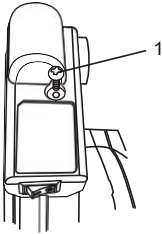

Fig. 12
2. Retire el tornillo de la cubierta del láser (1) usando un destornillador #2 \oplus (Fig. 12).